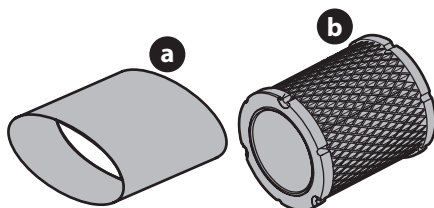

Figure 10
4. Enlevez le pré-filtre (a) en mousse qui se trouve autour du filtre à air en papier (b) (Figure 10). Remplacez le cartouche en papier si elle est sale ou endommagée. Nettoyez le pré-filtre en mousse ou remplacez-le s'il est endommagé.
3. Mesurez l'écartement de la bougie avec une jauge d'écartement. Ajustez au besoin en pliant l'électrode de côté (c) (Figure 10). L'écartement doit être de 0,024 à 0,031 po.